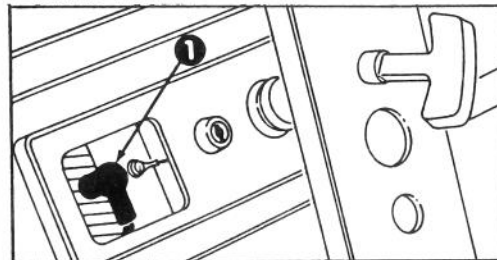

Abb. 16
2. **ZÜNDKERZE ENTFERNEN** (Abb. 16) — Den Stecker von der Zündkerze abziehen und die Kerze herausschrauben. Die Zündkerze untersuchen und ersetzen, falls sie Risse aufweist, verrußt oder schmutzig ist. ZÜNDKERZE WEDER SANDSTRAHLEN, ABKRATZEN NOCH REINIGEN, DA SCHMUTZ SICH LÖSEN UND IN DEN ZYLINDER GELANGEN UND SO ZU MOTORSCHÄDEN FÜHREN KANN.